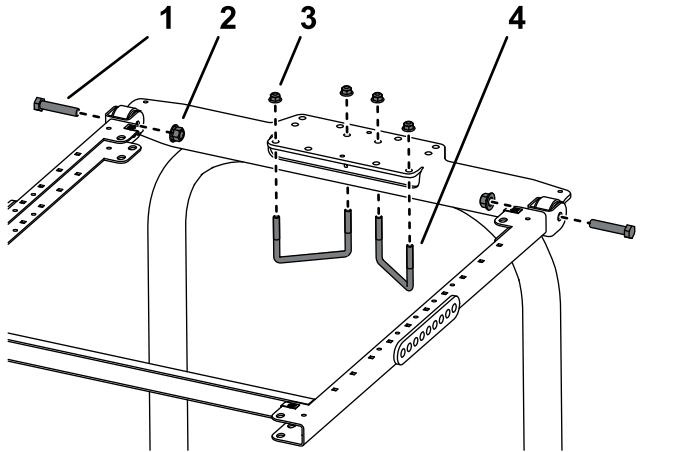

図 10
- ROPS取り付けブラケットを、スプレーヤのROPSの上部にセットする(図10)。
9. ROPS 取り付けブラケットにフレームアセンブリを取り付ける図 10。